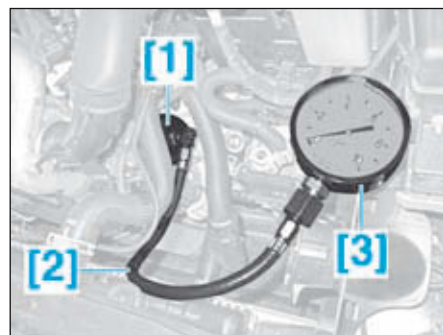

FIG.18
- Remplacer le couvercle du boîtier de filtre à huile par les outils [1], [2] et [3] (Fig.18).